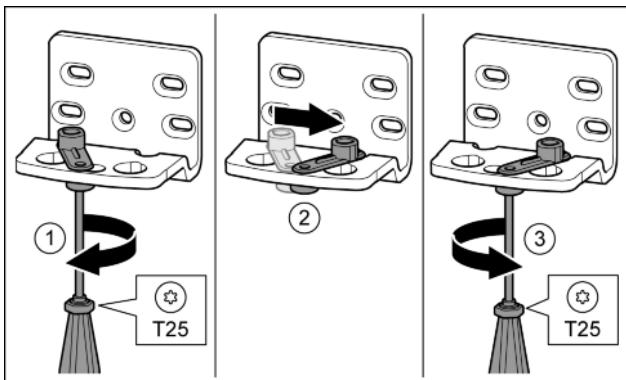

Fig. 12
- За допомогою викрутки Т25 послабте гвинт. Fig. 12 (1)
- Допоміжний засіб для закривання дверцят підніміть і поверніть в отворі праворуч на 90°. Fig. 12 (2)
- За допомогою викрутки Т25 закрутіть гвинт. Fig. 12 (3)